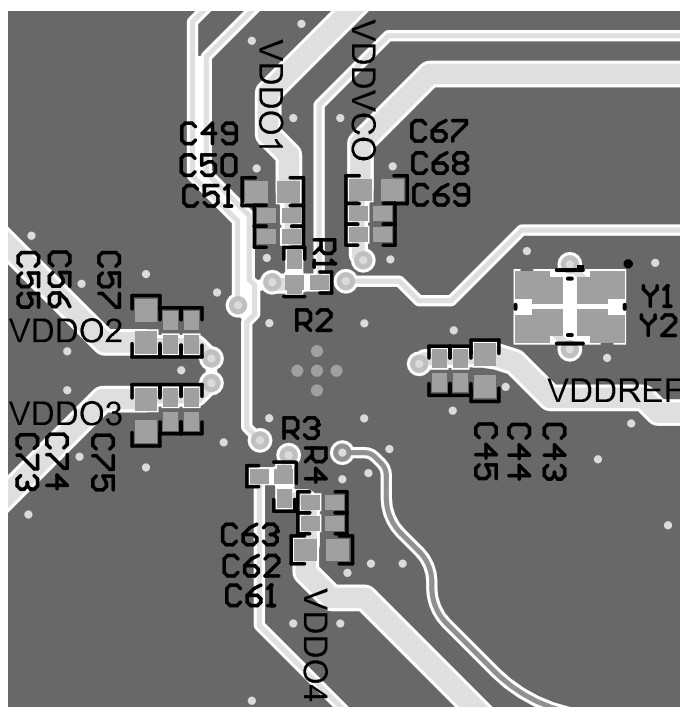

图 8-6. 布局示例，底层
- 隔离晶体区域，连接晶体封装的 GND 焊盘并淹没相邻区域。图 8-6 展示了支持多种晶体尺寸的封装。
- 将具有小电容值的去耦电容器放置在非常靠近电源引脚的位置。尝试将这些电容器非常靠近地放置在同一层上或直接放置在背面层上。值越大，可以放置得越远。图 8-6 展示了靠近器件的三个去耦电容器。建议使用铁氧体磁珠来隔离不同的频域和 VDD\_VCO 域。